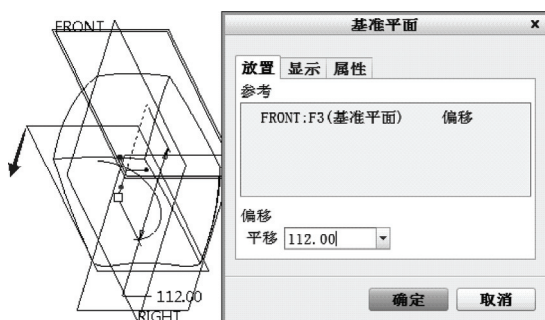

图 12-97 创建基准平面
2) 在“基准”组中单击□(基准平面)按钮, 打开“基准平面”对话框。选择 FRONT 基准平面为偏移参考, 偏距平移值为“112”, 如图 12-97 所示。单击“确定”按钮, 创建基准平面 DTM1。